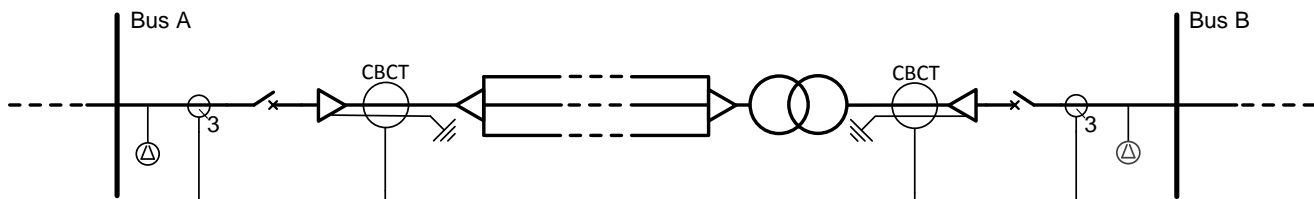

Abb. 91: Vereinfachtes Übersichtsschaltbild mit Leistungstransformator in der Zone
Das im Lokales Endschutzrelais \(A\) für den Leitungsdifferentialschutz erläuterte grundlegende Schutzprinzip gilt für eine Zone mit Leistungstransformator (Beispielfall 2). Abbildung 91 zeigt das Übersichtsschaltbild des Leitungsdifferentialschutz-Anwendungsbeispiels mit einem Leistungstransformator in der Zone. In der geschützten Zone des Sternpunktnetzes ist ein 11-/20-kV-10-MVA-Transformator mit 6 % vorhanden. Die Wicklung auf der 20-kV-Seite ist Sternpunkt geerdet (YN), die 11-kV-Seite der Wicklung ist im Dreieck geschaltet (d). Die 20-kV-Seite ist der 11-kV-Seite um 30 Grad voraus (Taktnummer 11)